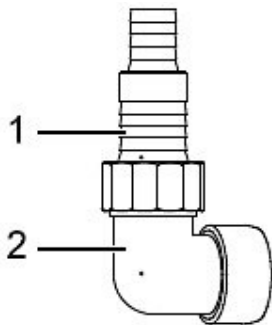

Abb. 8: Montage Universalanschluss
Die besten Ergebnisse der Förderleistung werden bei Verwendung von 38 mm (1 1/2") Schläuchen erzielt. Der Universalanschluss 1 (Abb.8) ermöglicht den Anschluss aller oben aufgeführten Schläuche.
Schritt 1: Winkelstück 2 (Abb.8) in die Pumpe einschrauben.
Schritt 2: Nicht benötigte Nippel des Universalanschlusses 1 (Abb.8) passend zum Schlauchanschluss abschneiden.
Schritt 3: Universalnippel 1 (Abb.8) auf die Pumpe schrauben.
Schritt 4: Schlauch am Universalnippel 1 (Abb.8) anschließen.